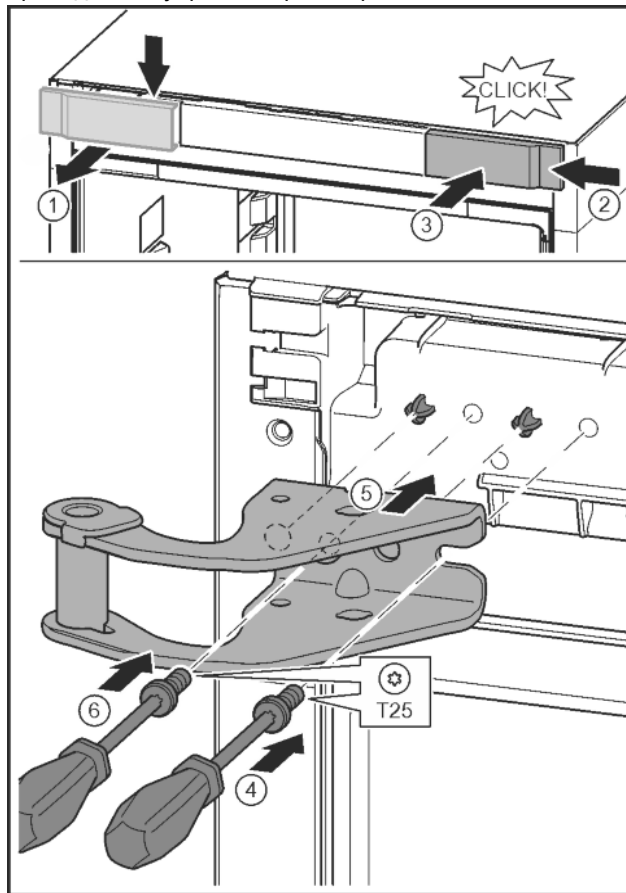

Fig. 14
- ▶ Отпустить крышку и снять сбоку. Fig. 14 (1)
- ▶ Навесить крышку, повернув ее на 180°, справа с другой стороны. Fig. 14 (2)
- ▶ Крышку зафиксировать. Fig. 14 (3)
- ▶ Установить винт отверткой T25. Fig. 14 (4)
- ▶ Установить верхний опорный кронштейн. Fig. 14 (5)
- ▶ Затянуть винт. Fig. 14 (6)
- ▶ Вставить и затянуть винт отверткой T25. Fig. 14 (6)